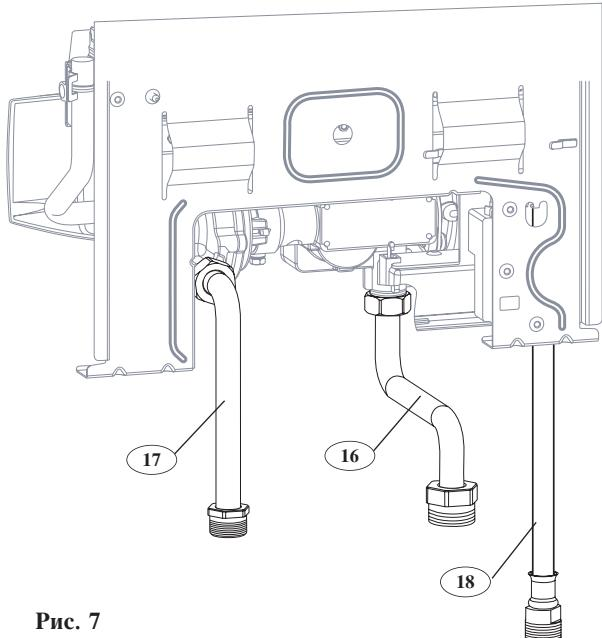

Рис. 7
### Подключение природного газа (рис. 7):
### Подключение газа бутана - пропана (рис. 7):
### Подключение холодной воды (рис. 7):
### Подключение горячей воды с помощью дюритового шланга, 18 (рис. 7), установленного на аппарате.
- Закройте кран подачи холодной воды (17) (рис. 7).